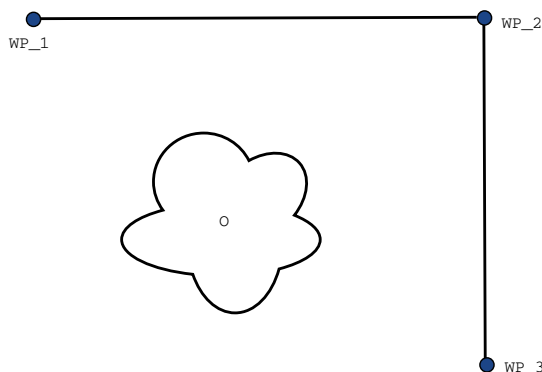

Figura 15.2: WP\_1: posição inicial WP\_2: ponto do trajeto, WP\_3: posição de pegar, O: obstáculo.
**Exemplo** Considere como exemplo uma aplicação de pegar e colocar (consulte a figura 15.2), em que o robô está atualmente no ponto de rota 1 (WP\_1) e precisa pegar um objeto no ponto de rota 3 (WP\_3). Para evitar colisões com o objeto e outros obstáculos (O), o robô deve se aproximar WP\_3 no sentido proveniente do ponto de rota 2 (WP\_2). Desse modo, os três pontos de rota são introduzidos para criar um caminho que satisfaça os requisitos.